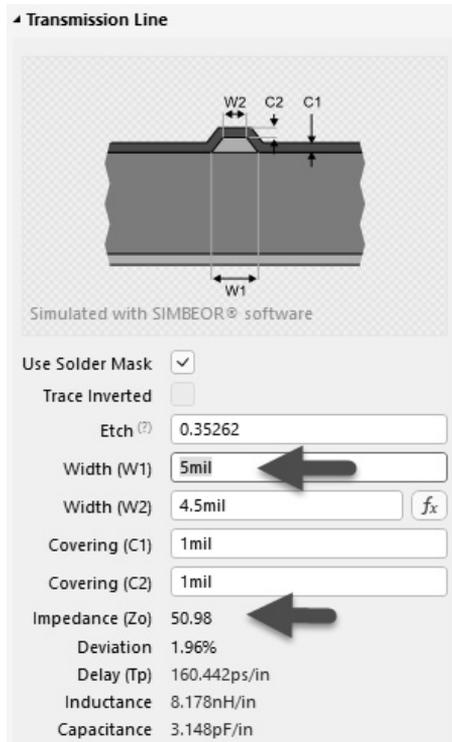

图 3-38 修改线宽后的阻抗
④ 实际生产中, 尽量将布线线宽和线距设置为整数或小数点后一位, 以满足制造商的生产精度。阻抗计算器支持正向和反向阻抗计算, 默认模式为正向 (输入阻抗, 软件自动计算线宽)。需要反转模式, 输入线宽并按下 Enter 键即可算出阻抗值。单击  $f_x$  按钮将回归正向计算。
⑤ 将线宽改为 5mil 后, 按下 Enter 键, 可看到如图 3-38 所示的数据变化, 误差在 10% 范围内, 可使用 5mil 线宽进行 PCB 设计。